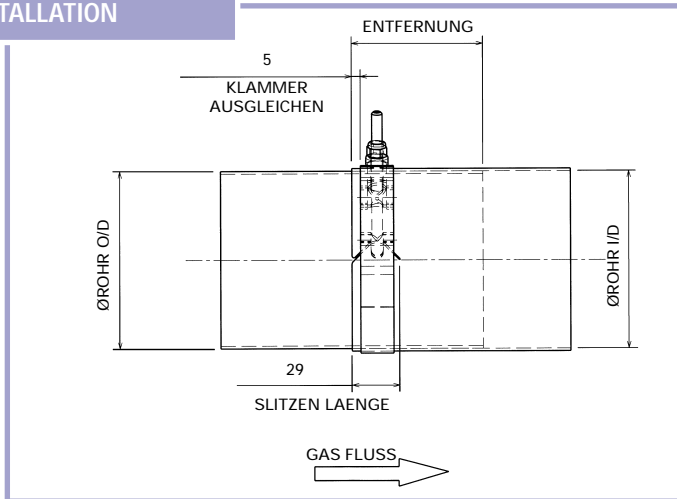

Abbildung 1: Anforderungen an AD/ID-Verbindungen
- 3.3 Alle AD/ID-Verbindungen müssen gemäß Abbildung 1 installiert werden, dabei beträgt der Nennabstand 65 mm (mindestens 50 mm).